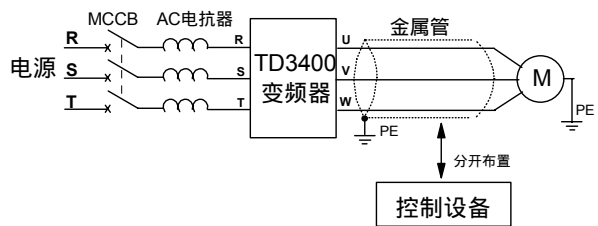

图 3-9 降低变频器输出干扰的方法
5) 为了抑制变频器输出侧产生的干扰噪声，降低对其它设备的干扰，可在变频器输出侧选配变频器专用的噪声滤波器；还可以通过把变频器的输出电缆线 U、V、W 穿入接地金属管，并与控制信号线分开布置的方法来减少干扰，如图 3-9 所示。